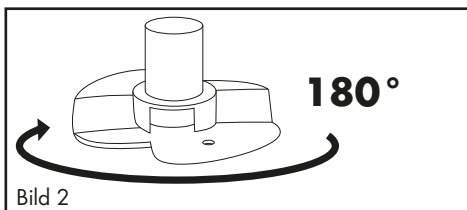
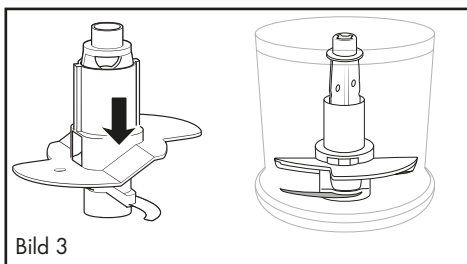

Bild 2
Bild 3
- För att vispa 200 ml grädde vrider du emulgeringsskivan **11** 180° horisontellt (bild 2) så att den bara vilar på ett knivblad **8** och låser fast (bild 3). Då går vispen högre upp i grädden: